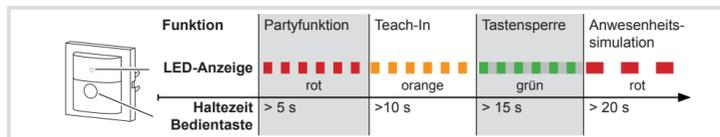

Bild 3: Auswahl der Sonderfunktionen und LED-Anzeige
- Auswahl von Sonderfunktionen durch gedrückt Halten der Taste. Die Auswahl wird durch die LED-Anzeige unterstützt (Bild 3).
- Taste (7) länger als 5 Sekunden gedrückt halten, bis die Status-LED (8) rot blinkt (Bild 3).
- Taste länger als 20 Sekunden gedrückt halten, bis die Status-LED (8) langsam rot blinkt (Bild 3).